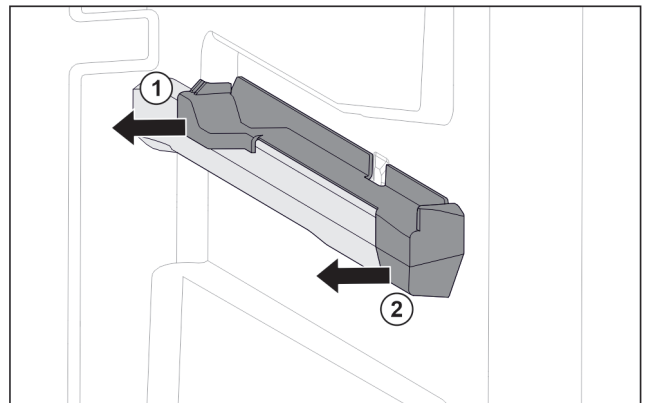

Fig. 35 Insteekelstelsel op rechter containerrib
- ▶ Insteekelstelsel achter naar de zijkant toe eraf trekken. Fig. 35 (1)
- ▶ Insteekelstelsel voor naar de zijkant toe eraf trekken. Fig. 35 (2)